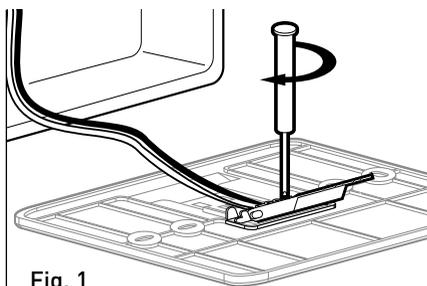

Fig. 1
- avant de raccorder les fils au support mural de la commande à distance, il faut faire glisser la languette de protection du connecteur et la soulever (fig.1),